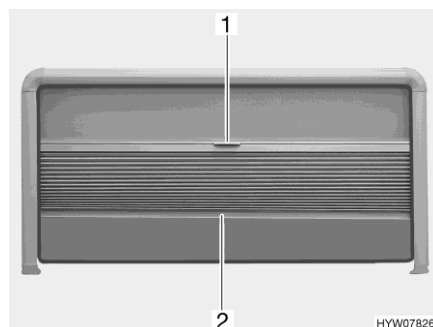

Fig. 69 Dispositif occultant plissé et moustiquaire (fenêtre projetante)
- Saisir la tige de fermeture (Fig. 69,2) du dispositif occultant plissé par le milieu et tirer avec précaution vers le bas.
- Maintenir la tige de fermeture (Fig. 69,2) du dispositif occultant plissé par le milieu et pousser ce dernier avec précaution vers le haut.
- Tirer la moustiquaire vers le bas en la maintenant par la poignée (Fig. 69,1).
- Pousser la moustiquaire à fond vers le haut en la maintenant par la poignée (Fig. 69,1).